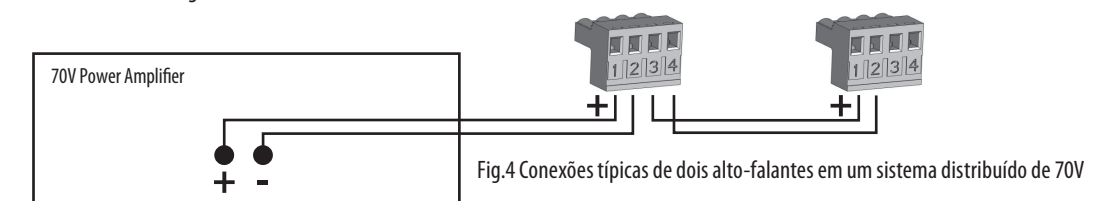

Fig.4 Conexões típicas de dois alto-falantes em um sistema distribuído de 70V
7. Insira a grade empurrando-a contra o alto-falante. (Fig.4)
Para conexão com alto-falantes adicionais em uma linha distribuída (Fig.4) os pinos 3 e 4 são usados para fazer loop através dos alto-falantes adicionais:
Se si utilizza un driver di potenza, Tannoy consiglia una coppia di serraggio di 1,5 Nm. (Fig.4)